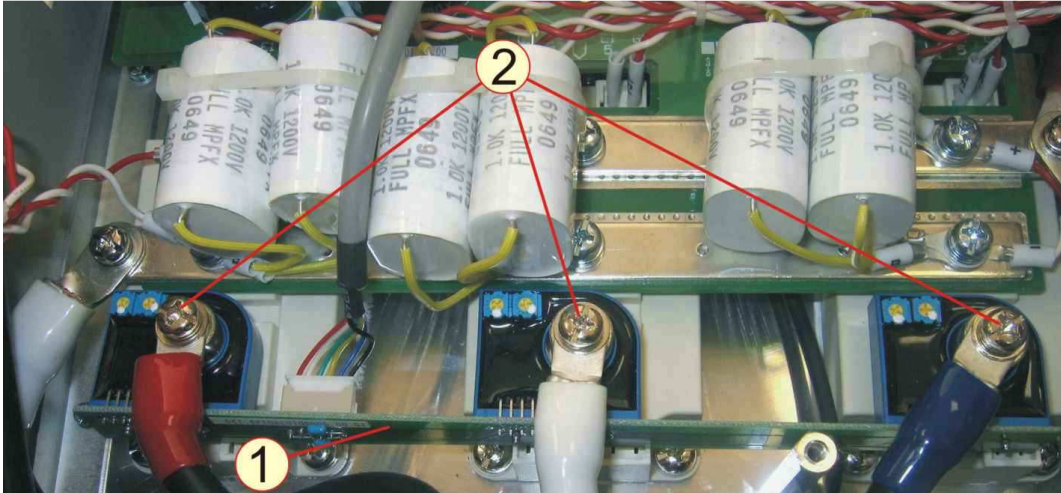

Рисунок 6.25
6.10.2 Выкрутить три винта 2 (рисунок 6.25). Положить винты в тару.